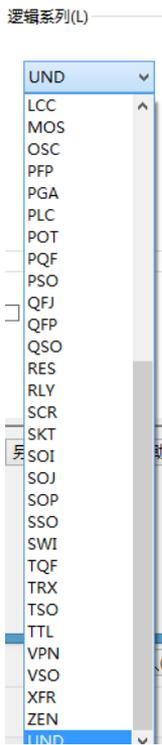

图 9-31 “逻辑系列”下拉列表框
(2) 逻辑系列 在该选项的下拉列表框中，可以为元器件选择相应的逻辑家族，如图9-31所示。